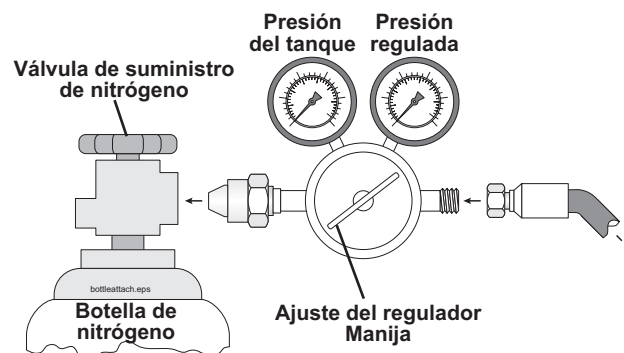

Figura 37
8. Asegúrese de que la válvula de suministro de la botella de nitrógeno esté firmemente cerrada. Conecte el regulador de alta presión a la botella de nitrógeno, luego conecte la manguera al regulador de alta presión. Finalmente, conecte el otro extremo de la manguera al vástago de la válvula de carga en el conjunto de la válvula de carga (Figura 37).
9. No abra la válvula de suministro de la botella de nitrógeno todavía. Gire la manija de ajuste del regulador en el regulador de alta presión (Figura 37) hacia la izquierda a su ajuste mínimo (cerrado).
10. Abra lentamente la válvula de suministro de la botella de nitrógeno (Figura 37). Obtendrá una indicación de la presión del tanque en el lado del manómetro del regulador. Si hay suficiente presión en la botella de nitrógeno para hacer el trabajo, continúe con el siguiente paso.
11. Ajuste la manija de ajuste del regulador hacia la derecha a fin de elevar la presión regulada. El acumulador comenzará a llenarse. Continúe llenando hasta que el manómetro del conjunto de la válvula de carga (Figura 37) marque la presión deseada de 1500 psi. Cierre la válvula de suministro de la botella de nitrógeno.